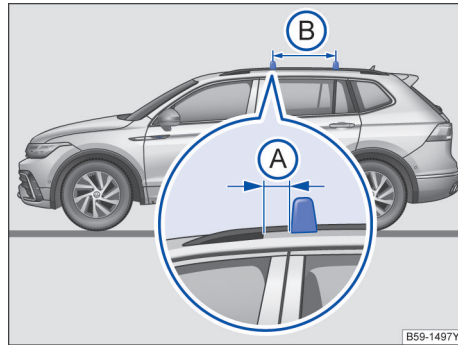

图 181 配备车顶行李架基架的汽车：行李架杆的固定点
行李架杆安装在车顶行李架基架上。同时前行李架杆与前车顶行李架脚→图 181 ①之间的距离为 3~6 cm。行李架杆的相互距离 ②应大约为 75 cm。
- 行李架杆只能安装在平行箭头→图 181 B之间。